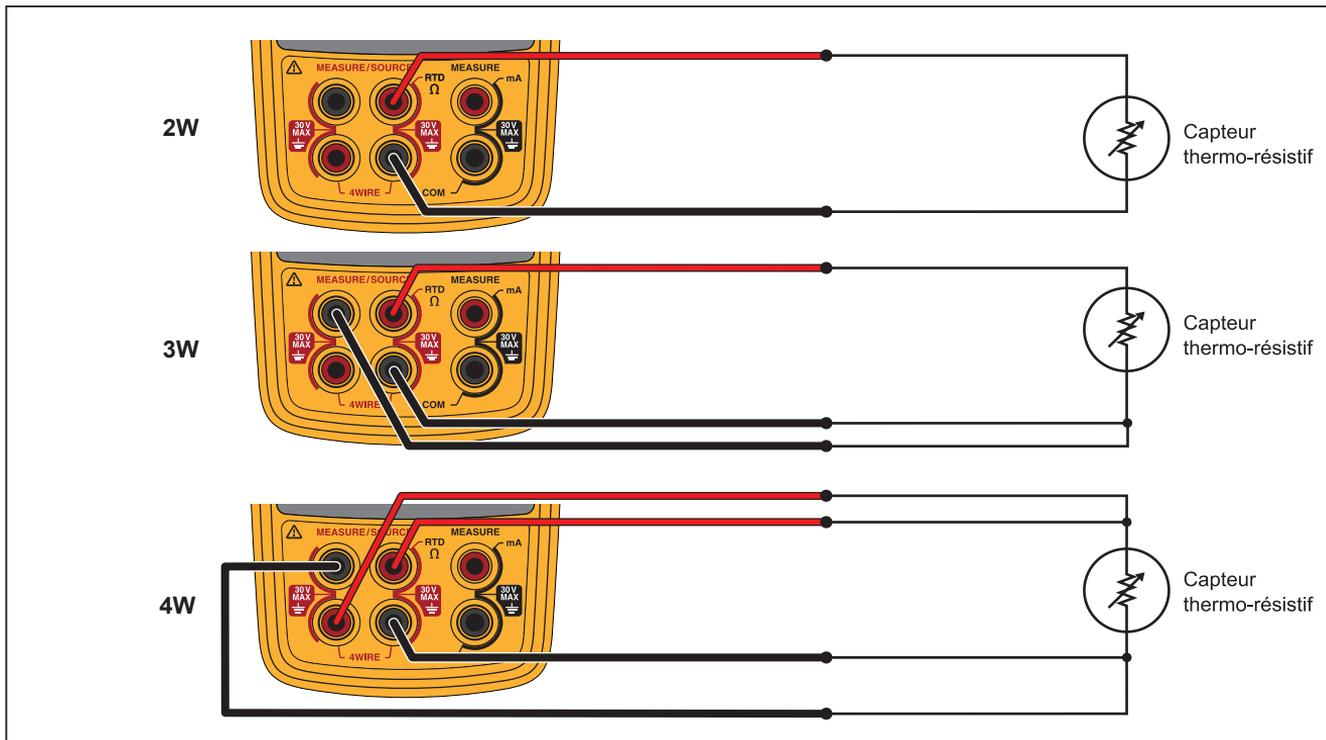

Figure 7. Mesure de la température avec une RTD
5. Branchez la sonde RTD sur les bornes d'entrée conformément à la figure 7.